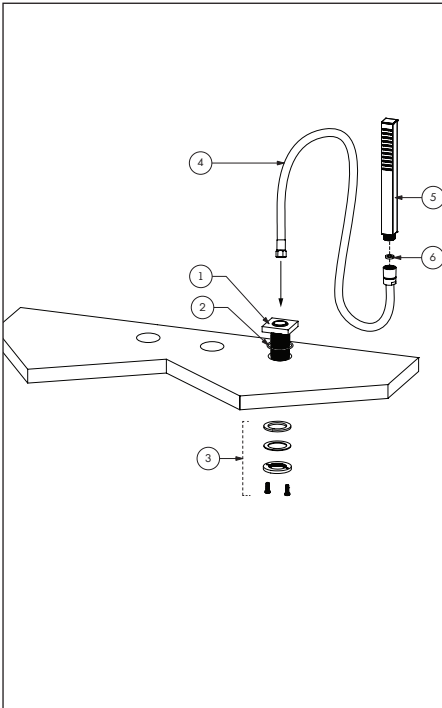

Fig.4
Insert the base of the handshower (1) into the hole with O ring (2). Secure the base using the retaining assembly (3). Place the washer (6) and connect the handshower hose (4) to the handshower (5). Fig. 4.
Insérer la base de la douchette (1) dans le trou avec joint torique (2). Fixer la base avec l'ensemble de retenue (3). Placer la rondelle (6) et connecter le buyau de douchette (4) à la douchette (5). Fig. 4.